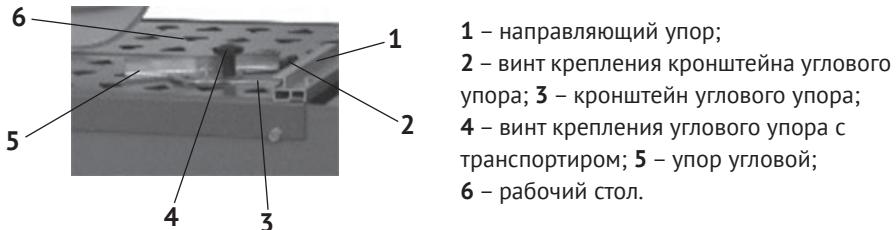

рис.2
- установить угловой упор (см. рис.2);
- вставить кронштейн углового упора (рис.2 поз.3) в направляющий упор
(рис.2 поз.1) и закрепить его винтом (рис.2 поз.2);
- установить размеченную заготовку на рабочий стол (рис.2 поз.6), плотно прижав к направляющему упору (рис.2 поз.1). Зафиксировать положение заготовки сбоку, закрутив винт крепления (рис.2 поз.4) углового упора. Такая фиксация заготовки позволит в дальнейшем резание плиток в одинаковый размер;